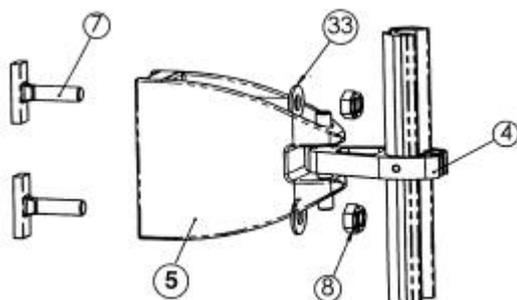

Fig 5
- tous les supports d'articulation (5). Fig. 5
- la boîte à réas (11).
- tous les lardons (7) avec leurs écrou et rondelles (33 ; 8) à faire coulisser dans la gorge de mât.